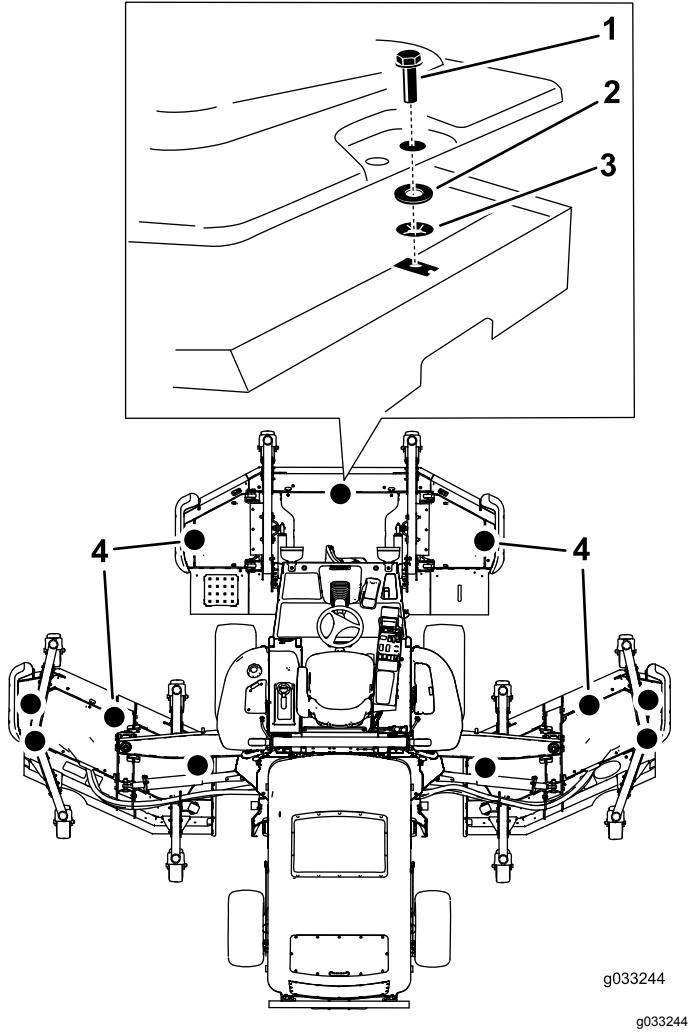

Figura 5
3. Montate la rondella di spinta e il dado in gabbia da sotto sul bullone preesistente, per fissare il copricinghia come illustrato nella Figura 5.